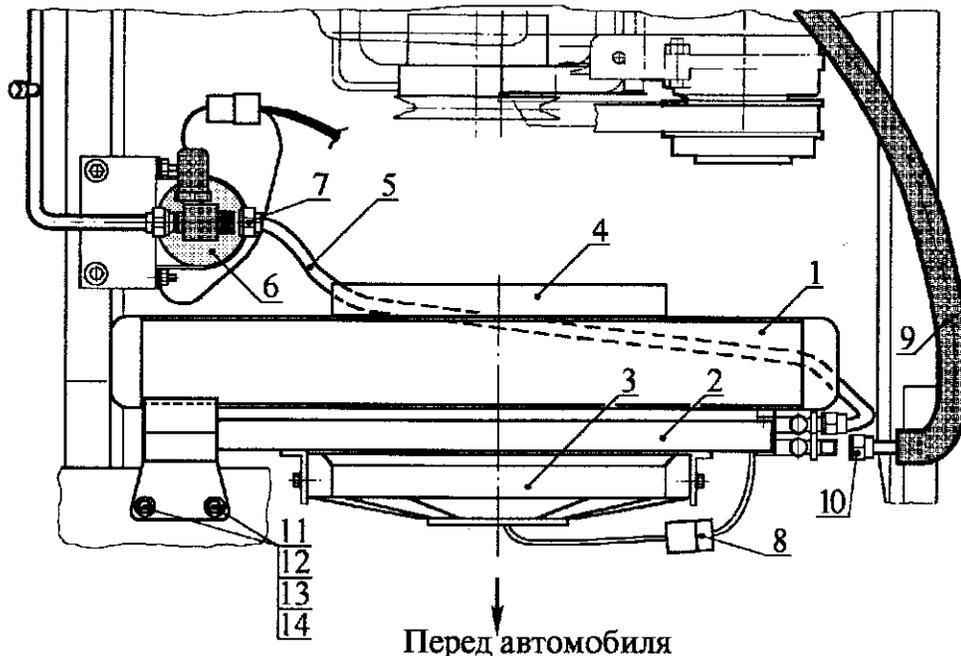

Рис. 7. Снятие радиатора охлаждения с конденсатором, электроventильяторами и отводящей трубкой конденсатора в сборе с автомобиля ГАЗ-3102:
4.4. Снять радиатор 1 (рис. 7) охлаждения с конденсатором 2, электроventильяторами 3, 4 и отводящей трубкой 5 конденсатора в сборе с автомобиля ГАЗ-3102